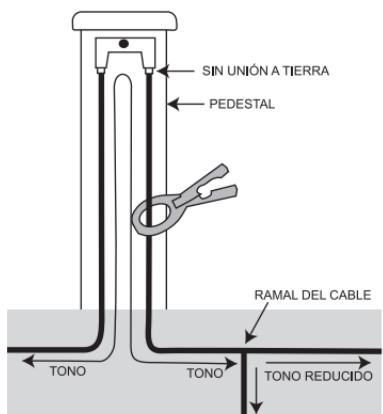

Fig. 12. Tono reducido en un ramal del cable
- Tono reducido en un ramal:** Cuando se aplica un tono a un cable que tiene un ramal, se dividirá el tono y se reducirá en relación con el largo y el tamaño de cada conductor. (Consulte la Fig. 12)